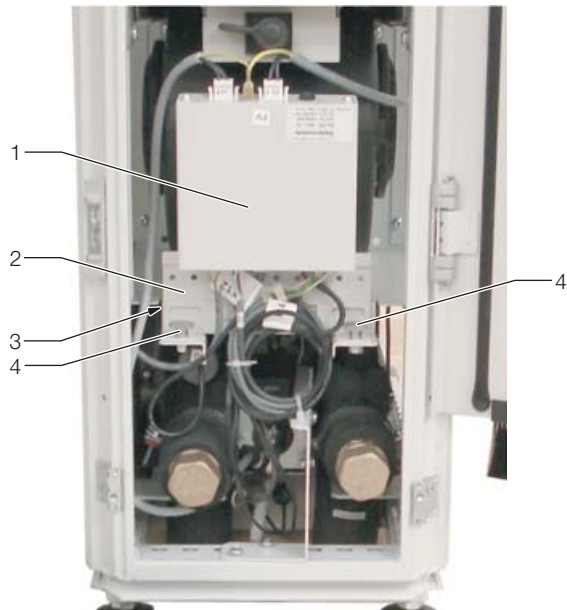

Рис. 29: Блок управления водяным модулем
- Установите блок управления вместе с держателем (рис. 29, поз. 1 и поз. 3) на несущую панель (рис. 29, поз. 2) в Liquid Cooling Package Plus EC.
- Установите винты с рифленой головкой (рис. 29, поз. 4) и затяните их.